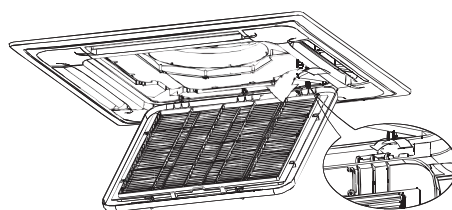

Рис. 6-2
**2. Снимите решетку воздухозаборного отверстия (вместе с воздушным фильтром, как показано на рис. 6-2).**